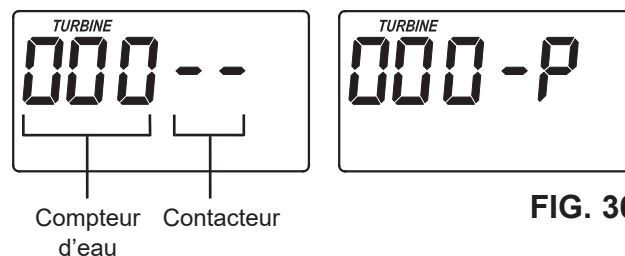

FIG. 36
1. Appuyez sur le SÉLECTEUR (select) pendant 3 secondes : l'un des deux écrans de la Figure 36 sera alors affiché.